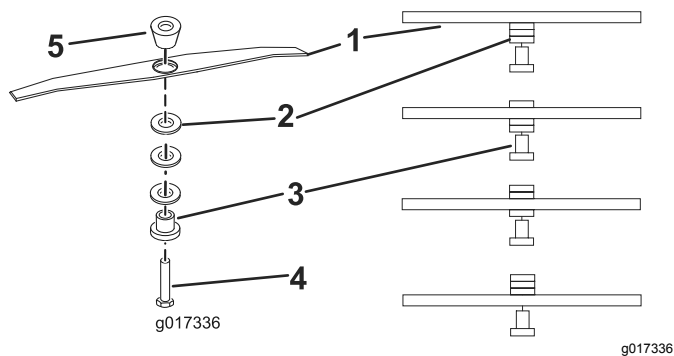

图13
- 将垫片重新调整至所需的高度、重新安装刀片卡环和垫片 (图13,)、并将螺栓扭紧至 25N·m。